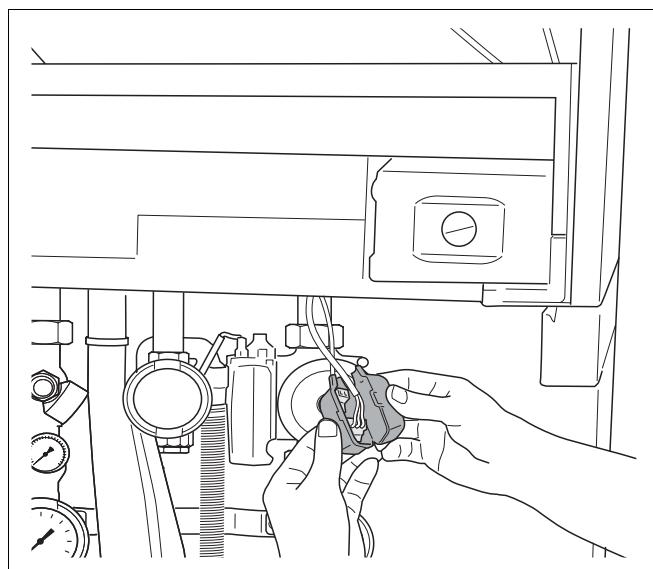
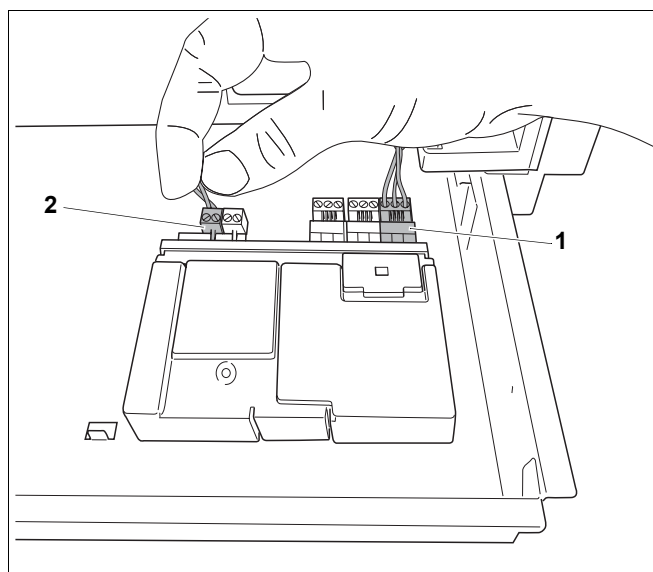

Fig. 47 Îndepărtați dopurile de protecție
Fig. 48 Legați modulele unele de altele
- Îndepărtați dopurile de protecție ale ambelor ștechere libere de la cablurile de racord ale modulului de funcționare (Fig. 47).
- Racordați cablul liber de rețea AC de 230 V (Fig. 47) la modul (Fig. 48, **Poz. 1**). Când sunt folosite mai multe module, alimentarea AC de 230 V a celui de-al doilea modul poate fi despărțită de primul modul. Folosiți la aceasta cablul livrat împreună cu modulul.
- Racordați ștecherul liber al cablului de racord de la EMS-Bus (Fig. 48) la primul modul (Fig. 48, **Poz. 2**).